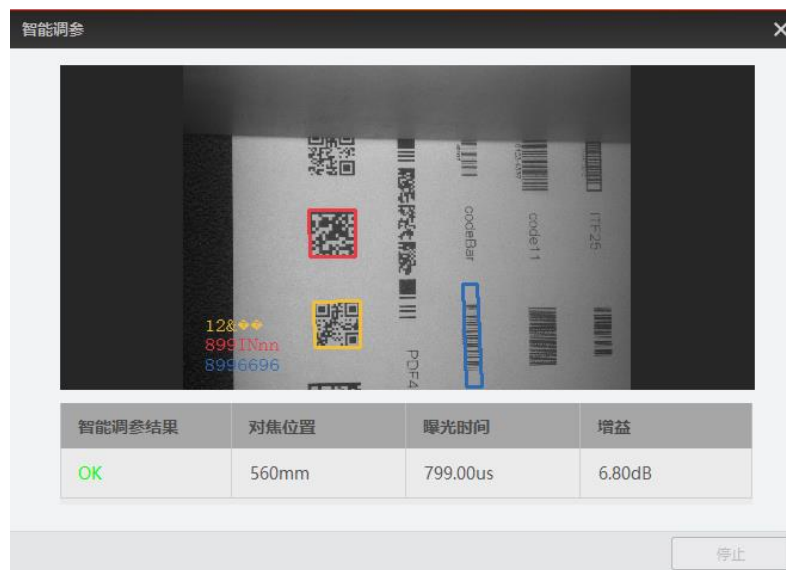

图4-20 调参进度
3. 点击**开始智能调参**参数处的 **Execute**，设备将开始智能调参，同时弹出智能调参窗口，可查看智能调参参数及效果，如图 4-20 所示。